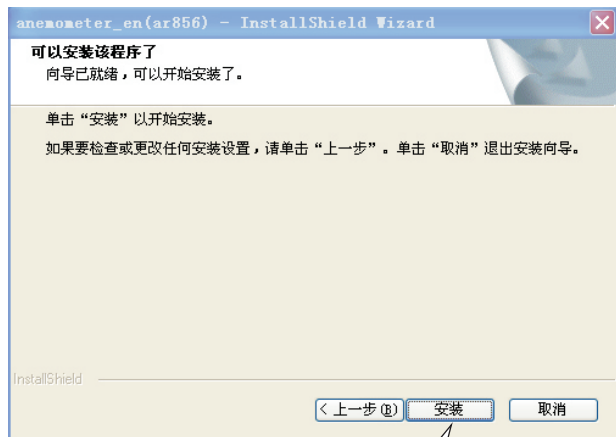

图3
- 输入你的用户名和公司名称，点击“下一步”进入程序安装界面，如图3：